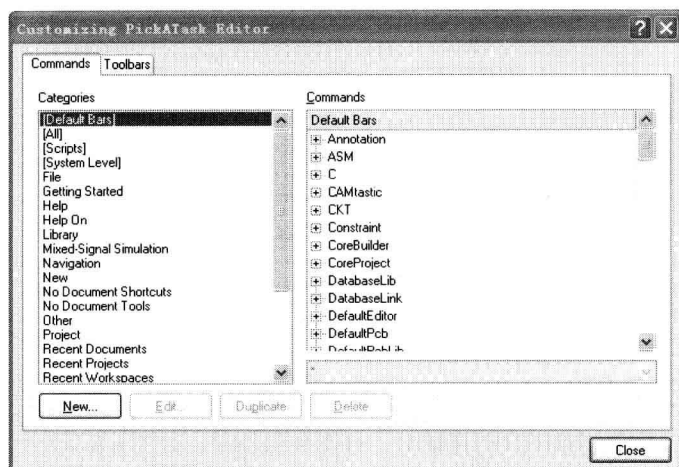

图 1-3 “Customizing PickATask Editor”对话框
- ◆ “Customize”(用户定制)命令: 用于自定义用户界面, 如移动、删除、修改菜单栏或菜单选项, 创建或修改快捷键等。单击该命令将弹出“Customizing PickATask Editor”(定制原理图编辑器)对话框, 如图 1-3 所示。